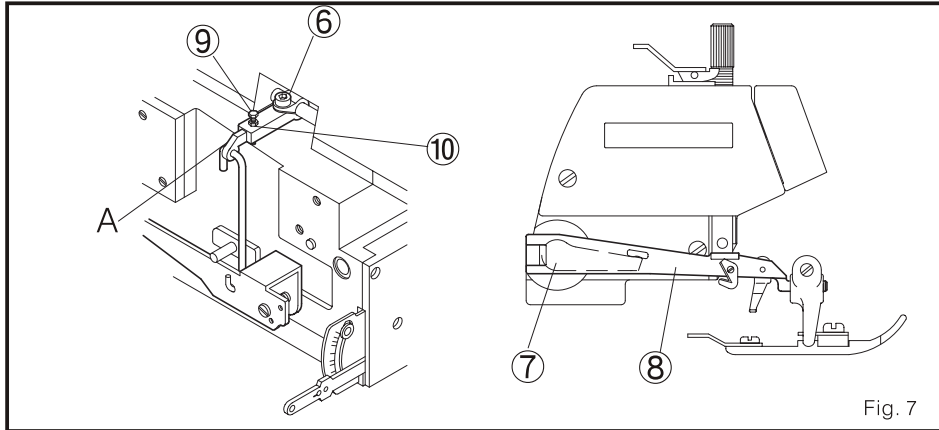

Fig. 7
6. Quando se este mudando a inclinação do transportador denteado. Também ajuste a altura do mesmo (Fig. 7)